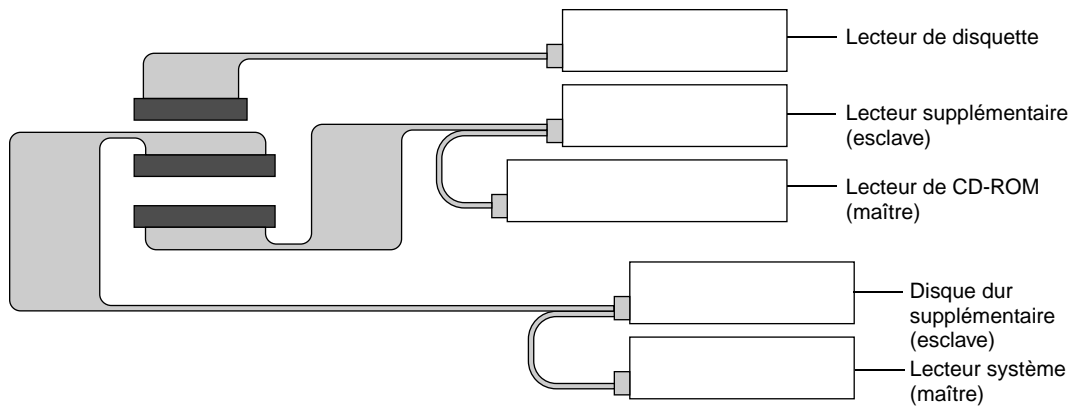
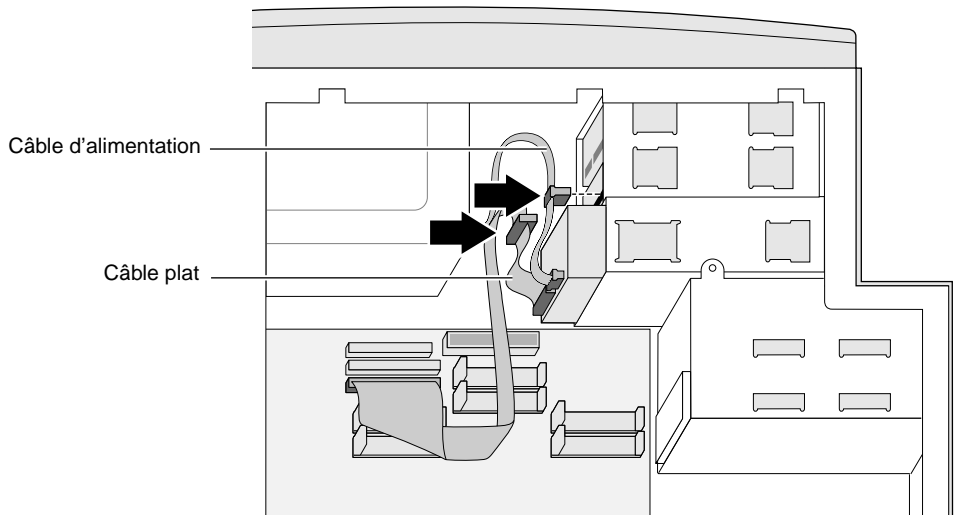
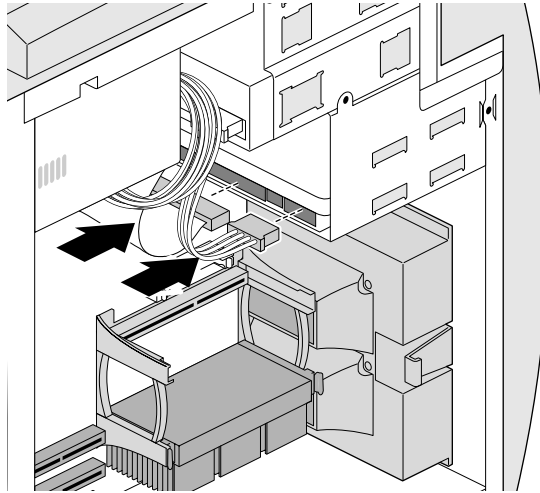

Figure 4-1 Configuration et câblage de lecteurs EIDE internes
Figure 4-6 Connexion des câbles au lecteur de support amovible
Figure 4-14 Connexion des câbles à un disque dur interne
Pour plus d'informations sur la configuration et le câblage de lecteurs EIDE internes, reportez-vous à la Figure 4-1.
- Connectez le câble d'alimentation et le câble plat, comme indiqué à la Figure 4-6. Pour un schéma plus détaillé des câbles plats à brancher sur les lecteurs, reportez-vous à la Figure 4-1.
- Vérifiez que le câble d'alimentation et le câble plat sont correctement connectés à l'arrière du lecteur (reportez-vous à la Figure 4-1).
12. Connectez le câble d'alimentation et le câble plat à l'arrière du ou des lecteurs (si vous en avez installé deux), comme indiqué à la Figure 4-14. Pour un schéma plus détaillé des câbles plats à brancher sur les lecteurs, reportez-vous à la Figure 4-1.